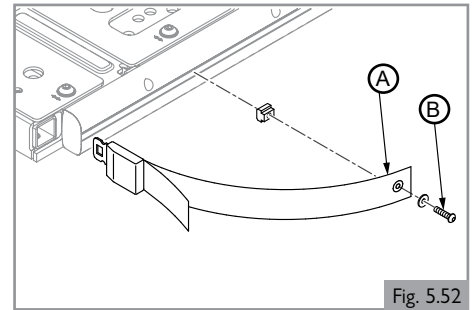

Fig. 5.52
1. Fixez (A) la ceinture au cadre du siège à l'aide des vis fournies, à gauche et à droite. (Fig. 5.52)
2. Resserrez (B). Les couples de serrage sont indiqués à la section 9.